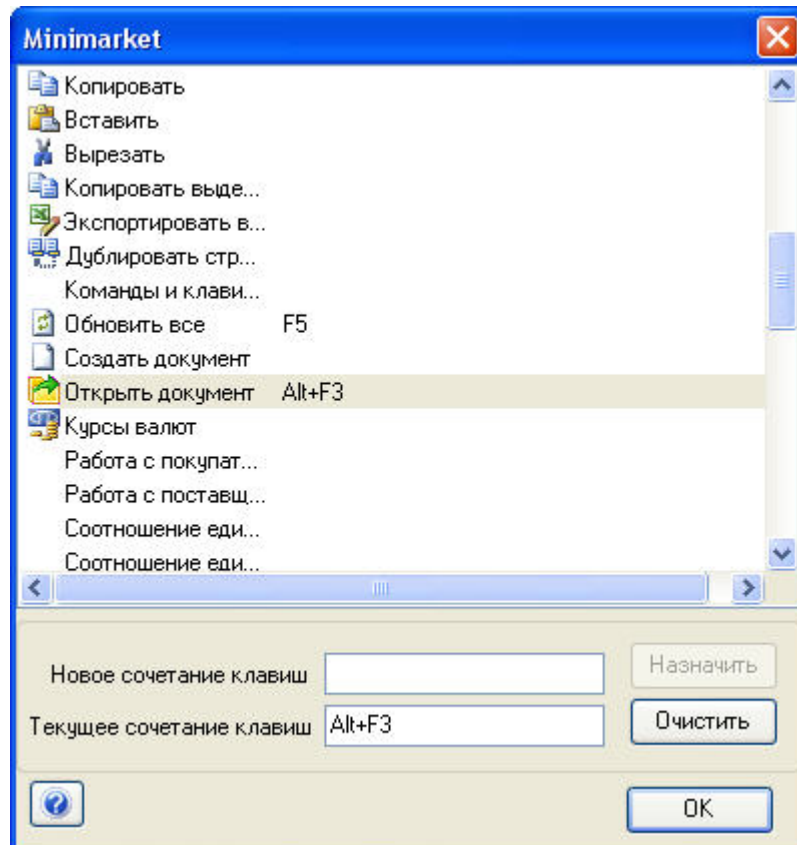

Рис. 3.10
- Выберите пункт главного меню «Вид», «Команды и клавиши быстрого вызова» (рис. 3.10).